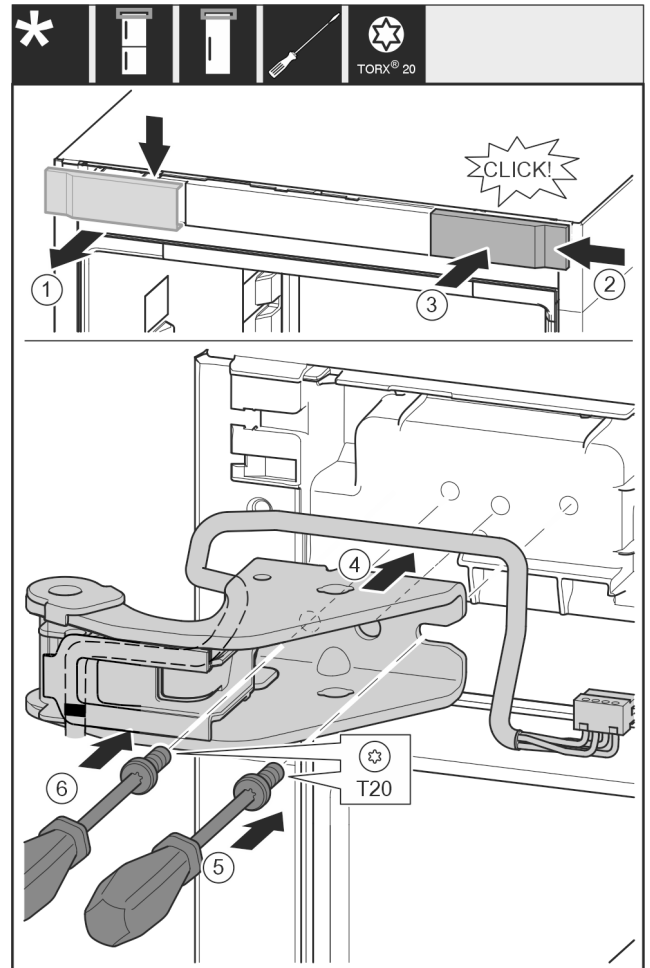

Fig. 32
- ▶ Tag afdækningen af opefter. Fig. 32 (1)
- ▶ Drej afdækningen 180°, og anbring på plads i den anden side fra højre. Fig. 32 (2)
- ▶ Sørg for, at afdækningen går i indgreb. Fig. 32 (3)
- ▶ Anbring den øverste hængselkonsol. Fig. 32 (4)
- ▶ Sæt skruen i med skruetrækkeren T20, og stram den. Fig. 32 (5)
- ▶ Sæt skruen i med skruetrækkeren T20, og stram den. Fig. 32 (6)